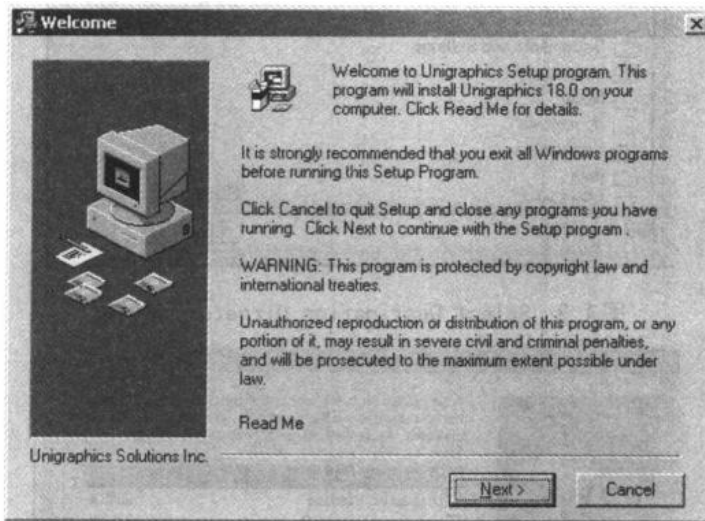

图 1.1 Welcome 对话框
- (1) 首先双击 UG 软件光盘中的 **Setup.exe** 文件，系统开始安装软件，此时会出现如图 1.1 所示的欢迎界面，单击 **Next >** 按钮。